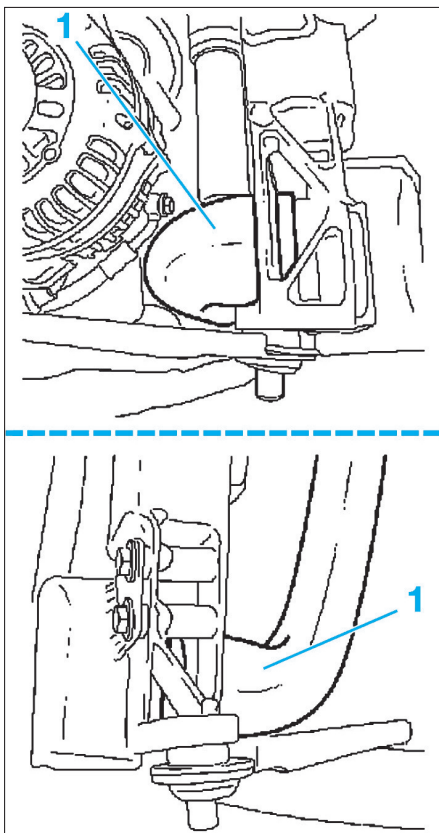

FIG. 40
- Débrancher les conduits d'air de suralimentation (1) (Fig.40).